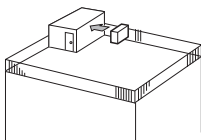

Fig. 2-2
- ① Direcione a saída de ar para a parede mais próxima a uma distância de cerca de 35 cm. (Fig. 2-2)